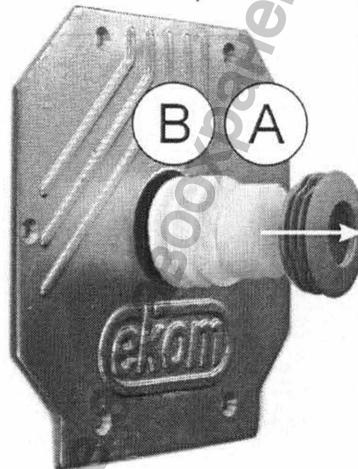

Рис.8
12.3. Замена входного фильтра (Рис. 8)